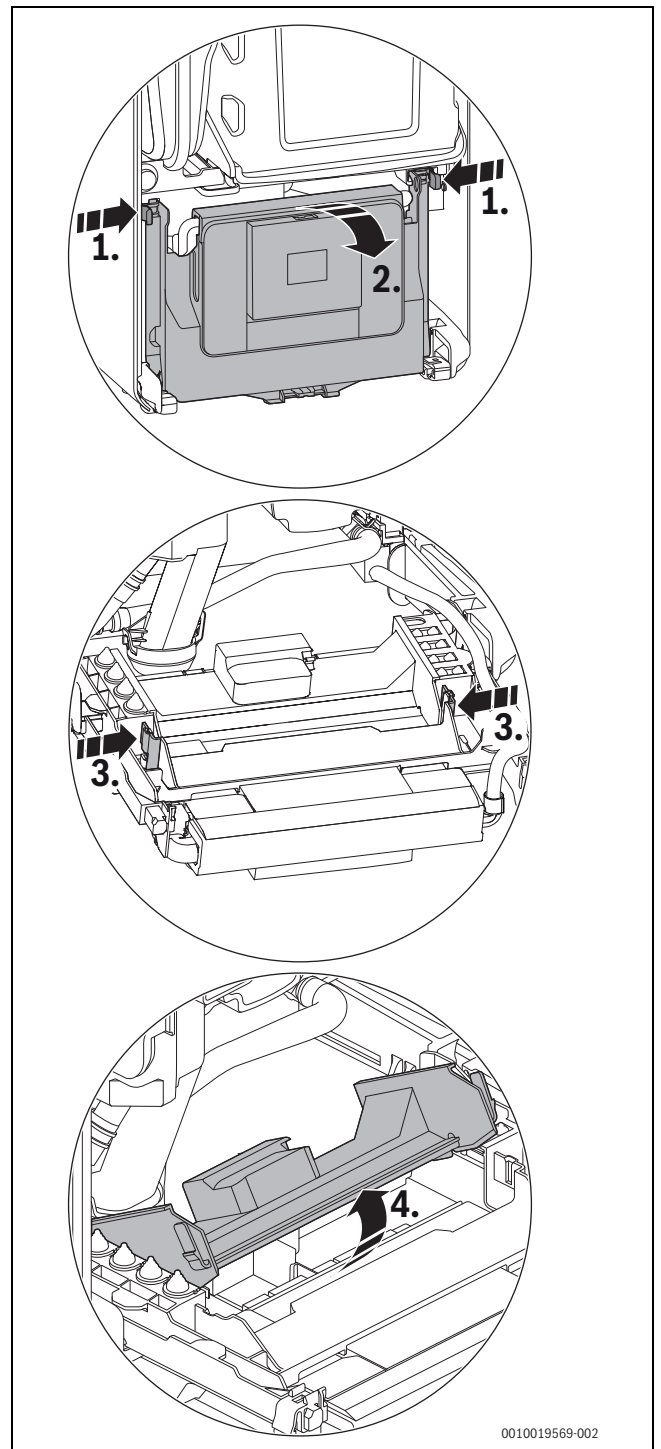

Рис. 106 Открывание пластиковой крышки
- ▶ Откройте блок управления назад (→ рис. 106, стр. 53).